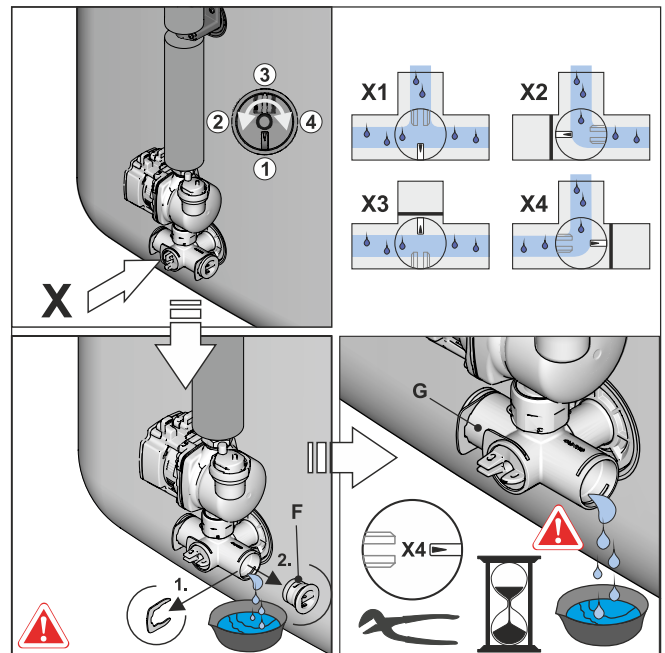

Fig. 29-5 Fermer l'insert de soupape, retirer le bouchon obturateur de la cornière de raccordement
- Régler l'insert de soupape sur la cornière de raccordement de manière à ce que la voie vers le tuyau d'écoulement soit ouverte (voir aussi Fig. 29-5) et évacuer le contenu d'eau de l'accumulateur.